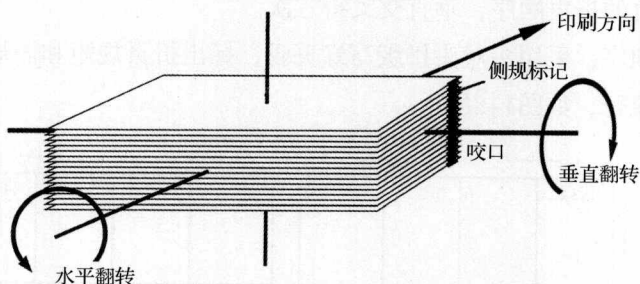

图1-7 纸张翻转示意图
(6) 垂直(侧翻)套版印刷 对同一印张使用不同印版的双面印刷方式,如图1-7所示。即第一面印刷完成后,纸张沿垂直轴翻转到背面再进行第二面印刷。
(7) 水平(滚翻)套版印刷 对同一印张使用不同印版的双面印刷方式,如图1-7所示。即第一面印刷完成后,纸张沿水平轴翻转到背面再进行第二面印刷。
(8) 自翻身版印刷 同一张纸正背面使用同一块印版进行印刷的方式,翻转方式可以是侧翻(以垂直中心线为轴)和滚翻(以水平中心线为轴)。